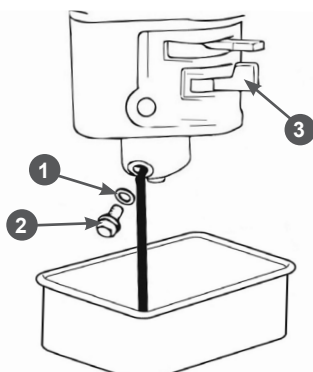

Рис. 27. Обслуживание карбюратора
1. Установите под карбюратор подходящую емкость (Рис. 27).
2. Установите рычаг топливного крана 3 в положение «ЗАКРЫТО» (Рис. 27).
3. Открутите болт 2 сливного отверстия и слейте топливо из поплавковой камеры карбюратора в приготовленную для этого ёмкость (Рис. 27).
1. Слейте топливо из топливного бака и карбюратора (Рис. 27).